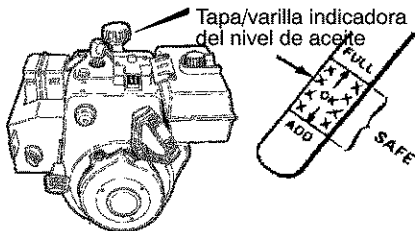

Figura 48
3. Si es necesario, añada aceite hasta la línea FULL (lleno) en la tapa/varilla indicadora del nivel de aceite (Figura 48). No exceda la medida.